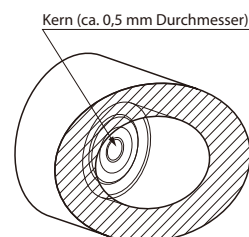

Abb. 6 Mittelkern
2. Um den Bohrdurchmesser zu vergrößern, schieben Sie das Werkzeug entlang der X-Achse zur Außenseite der Wendeschneidplatte. (Abb. 6, Abb. 7) Um den Lochdurchmesser zu verkleinern, schieben Sie das Werkzeug entlang der X-Achse in die entgegengesetzte Richtung. (Diese Bewegung der Achse wird als „Versatz“ bezeichnet) Stellen Sie sicher, dass Sie den Bohrdurchmesser nicht kleiner einstellen als den Bohrerdurchmesser (Abweichung 0,2 mm oder mehr). Andernfalls kollidiert der Werkzeughalter mit der Bohrung. (Abb. 8)